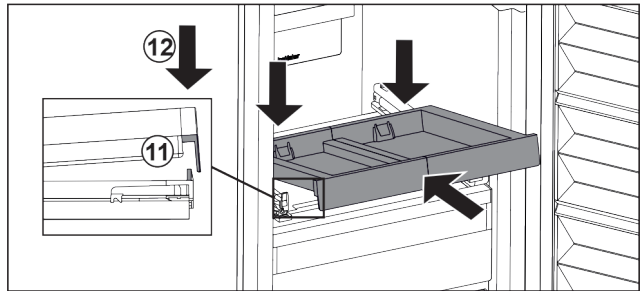

Fig. 103
- ▶ Schräg einschieben. Darauf achten, dass auf beiden Seiten der Anschlag hinter der Lasche ist. Fig. 103 (11)
- ▶ Auszugsbord vorne absetzen. Fig. 103 (12)